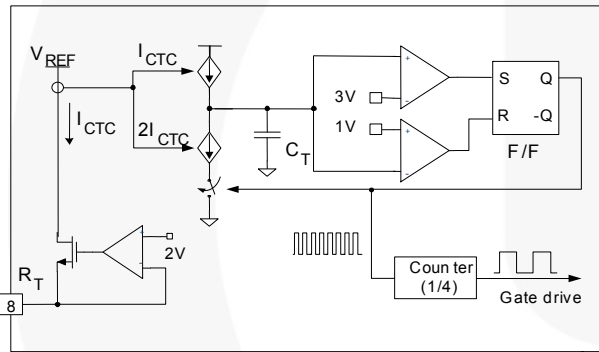

图 16. 电流控制的振荡器
2. 内部振荡器: FAN7621S 采用电流控制的振荡器，如图 16 所示。在内部， R_T 引脚的电压调节在 2V，并且振荡器电容 C_T 的充电/放电电流通过使用电流镜像复制从 R_T 引脚 (I_{CTC}) 流出的电流来获得。因此，开关频率随着 I_{CTC} 的增加而增加。